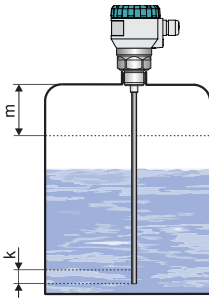

Abb. 3: Totzonen des Produkts mit Stabelektrode
- Im Zusammenhang mit dem Messprinzip können die im unmittelbaren Bereich unter dem Produkt sowie am Ende der Elektrode reflektierten elektromagnetischen Wellen nicht ausgewertet werden (siehe Abb. 3 und 4). Diese Zonen bestimmen entweder den möglichen Mindestabstand zwischen dem Produkt und dem höchsten Füllstandsniveau (Parameter „m“), oder den Mindestabstand am Ende der Elektrode (Parameter „k“). Das Produkt muss außerhalb der Totzone installiert werden. Wenn der Füllstand außerhalb des eingestellten Messbereichs oder in der Totzone ist, zeigt das Produkt einen Fehler an.